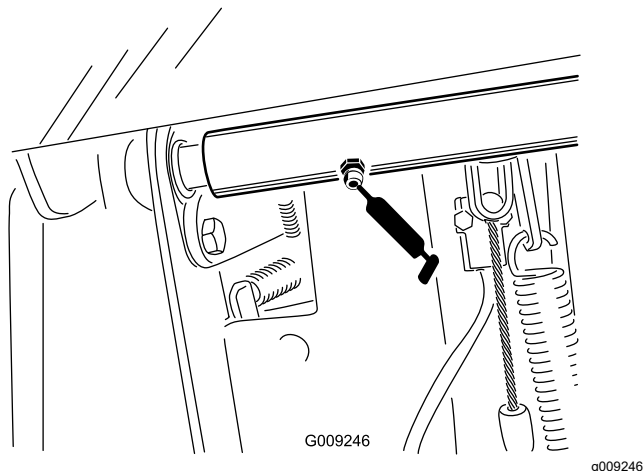

Рисунок 77
- Подшипники поворотного шкворня педали тормоза (2 шт.) (Рисунок 77)